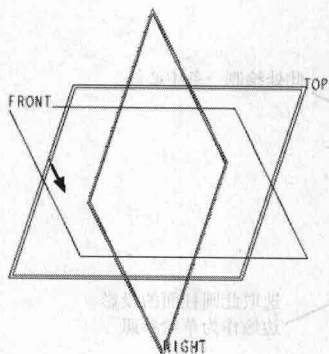
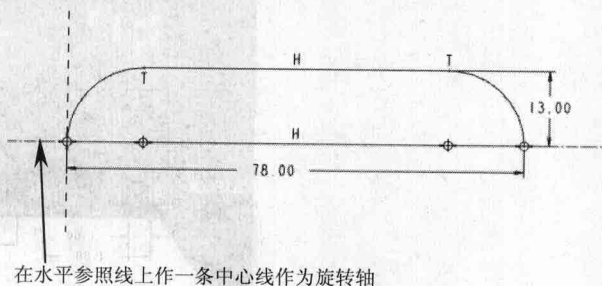
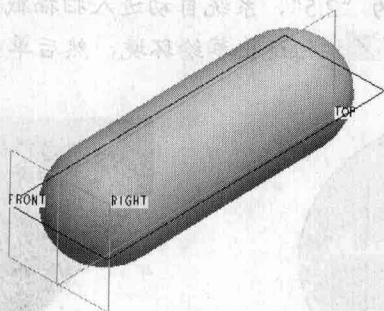

图1-1
图1-2
图1-3
1. 在菜单栏中选择【插入】/【旋转】命令，弹出【旋转】操作面板。展开【位置】菜单并单击 **定义...** 按钮，选取基准平面 top 作为草绘平面，右向参考面为基准平面 right，如图 1-1 所示，单击 **草绘** 按钮进入草绘环境，绘制如图 1-2 所示的图形，再单击 **✓** 按钮退出草绘环境。输入角度为“360”，然后单击 **✓** 按钮创建实体，如图 1-3 所示。